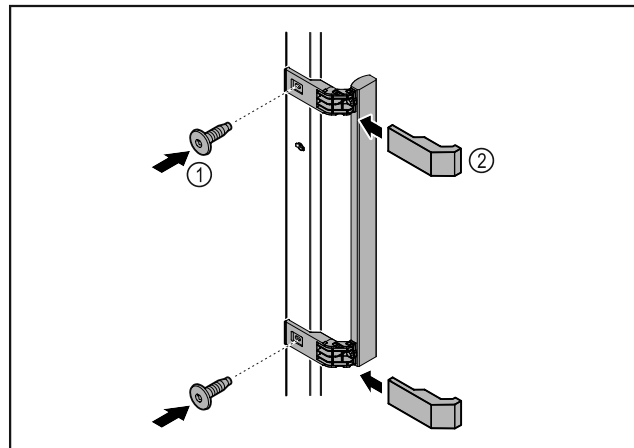

Fig. 49
- ▶ Meegeleverde greep met de meegeleverde schroeven Fig. 49 (1) op de deur aanbrengen.
- ▶ Afdekplaatje Fig. 49 (2) plaatsen.